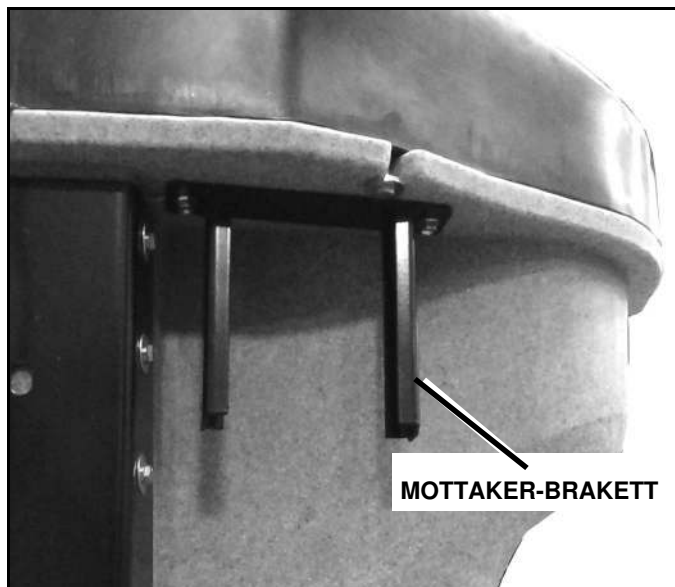

Figur 1-4
3. Skyv mottakeren inn i braketten med 6-pluggs innkretsprogrammeringsplugger plassert vertikalt i den åpne enden av braketten. Fest mottakeren med en 1/4" x 6" sekskantskrue og en 1/4" låsemutter. (Se figur 1-4).